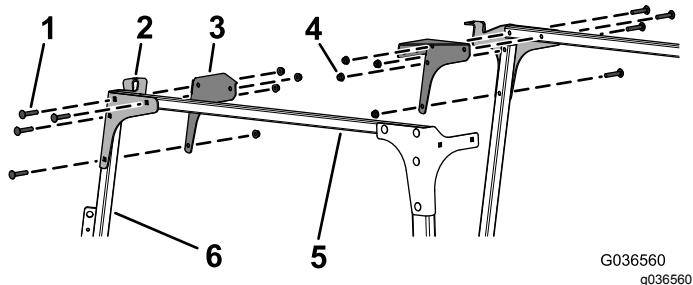

Figure 9
8. Fixez légèrement les plaques avant gauche et droite et les goussets d'angle aux tubes de liaison transversales, et les supports de pare-brise gauche et droit à l'aide de 8 boulons de carrosserie (5/16" x 1 1/4") et 8 écrous à embase (5/16"), comme montré à la Figure 9.